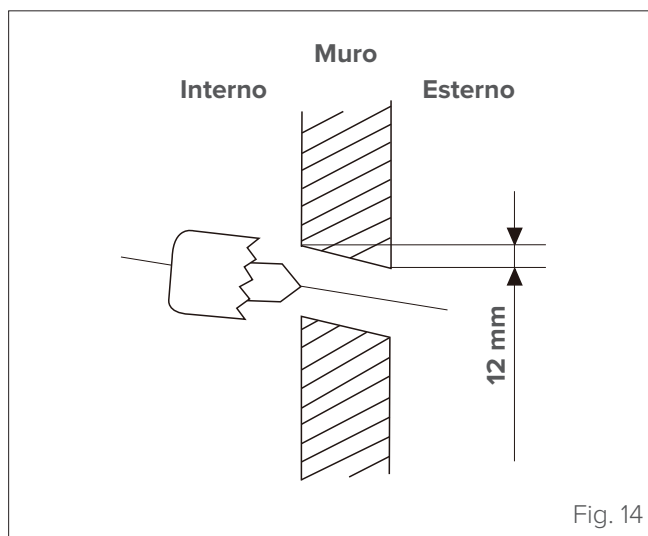

Fig. 14
- 1 Determinare la posizione del foro nella parete in base alla posizione dell'unità esterna. Il foro nella parete dovrà avere un diametro minimo di 65 mm e una leggera inclinazione verso il basso per facilitare il drenaggio (vedere "Fig. 14").